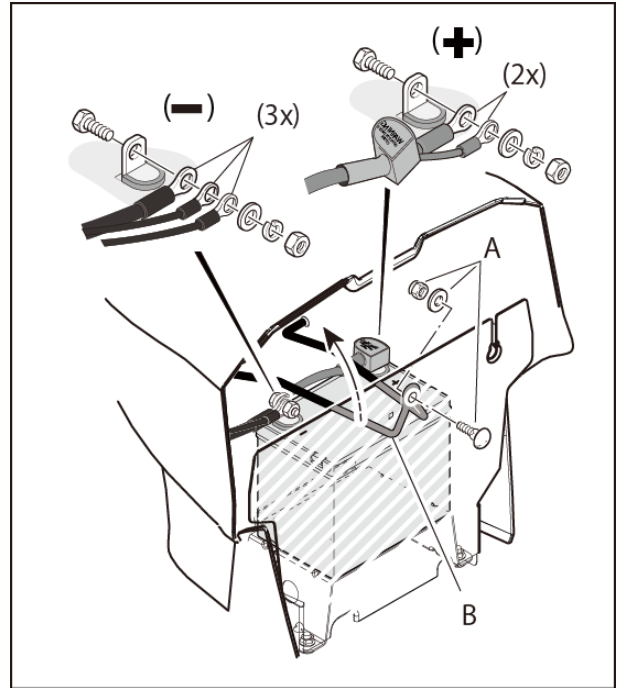

図 12 バッテリーとケーブルの清掃
1. バッテリーからマイナスケーブルをまず先に外し（図 12）、次にプラス側のカバーとケーブルを外します。